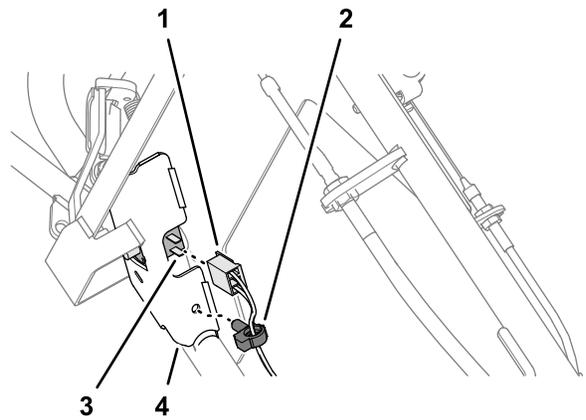

Bild 15
3. Entfernen Sie den 2-Buchsen-Stecker des Kabelbaums vom Bügelschalter (Bild 15).
4. Entfernen Sie den Kabelbaum-Steckclip, mit welchem der Kabelbaum am Schalterhalter des Führungsholms befestigt ist (Bild 15).